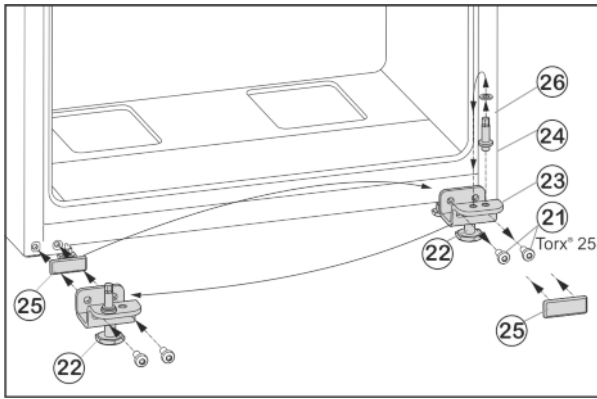

Fig. 7
- Bevestigingsbouten Fig. 7 (21) losschroeven.
- Lagerbuis onder Fig. 7 (23) volledig met lagerbouten Fig. 7 (24), schijf Fig. 7 (26) en stelvoet Fig. 7 (22), verwijderen.
- Lagerbouten Fig. 7 (24) volledig met schijf Fig. 7 (26) losschroeven, terugplaatsen in het tegenoverliggende opnamegat van het lagerbuis en weer vastschroeven.
- Afdekplaat Fig. 7 (25) voorzichtig verwijderen en terugplaatsen op de andere zijde.
- Lagerbuis onder Fig. 7 (23) volledig met lagerbouten Fig. 7 (24), schijf Fig. 7 (26) en stelvoet Fig. 7 (22) weer op de nieuwe scharnierzijde evt. met behulp van een accuboormachine **vastschroeven (met 4 Nm)**.
- Onderste deur van bovenaf op scharnieren Fig. 7 (24) plaatsen.
- Stelpoot Fig. 7 (22) van onderste scharnierblok Fig. 7 (23) eruit draaien, tot deze de vloer raakt.